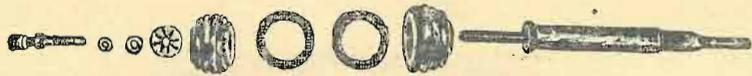

Fig. 11 — Base d'antenna MP-65() ed elementi d'antenna a stilo MS-116, MS-117, ed MS-118.
h. ELEMENTI D'ANTENNA A STILO DA MS-116 AD MS-118 (fig. 11). Questi elementi, in acciaio flessibile, sono lunghi ciascuno 38 pollici (96,5 cm). Possono essere impiegati più elementi MS-116, per accrescere la lunghezza dell'antenna. Questi elementi d'antenna a stilo possono essere impiegati solo con la base d'antenna MP-65(-).